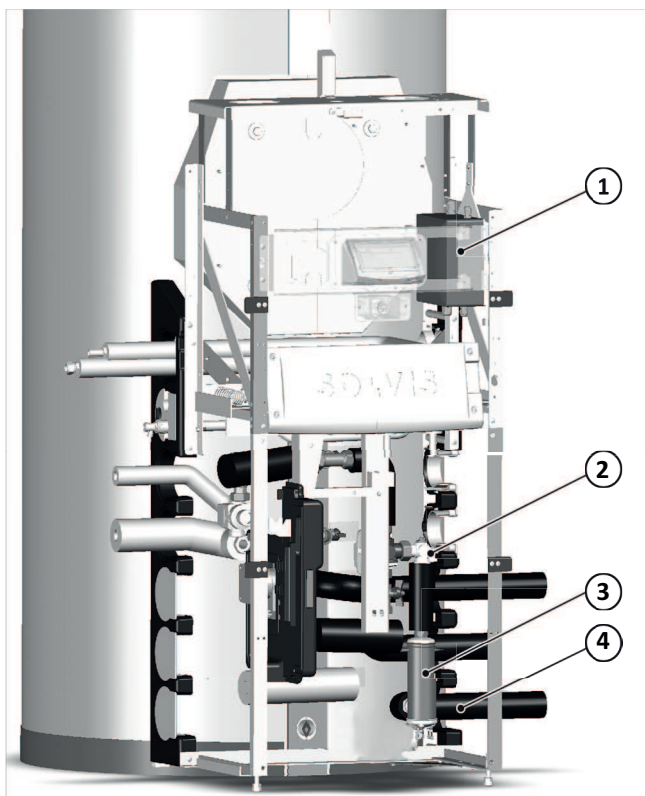

Abb. 19: Lage der Komponenten im Lademodul
→ Abb. 19 zeigt die Lage von Anschlussbox (1) und Heizpatrone (3) im Lademodul. Die Anschlussrohre für Wärmepumpe- und Heizung-Vorlauf können sowohl nach rechts als auch nach links durch die seitliche Rohrdurchführung verlegt werden.
1. die Anschlussbox oben ans Lademodul schrauben, siehe → Abb. 19 (1).